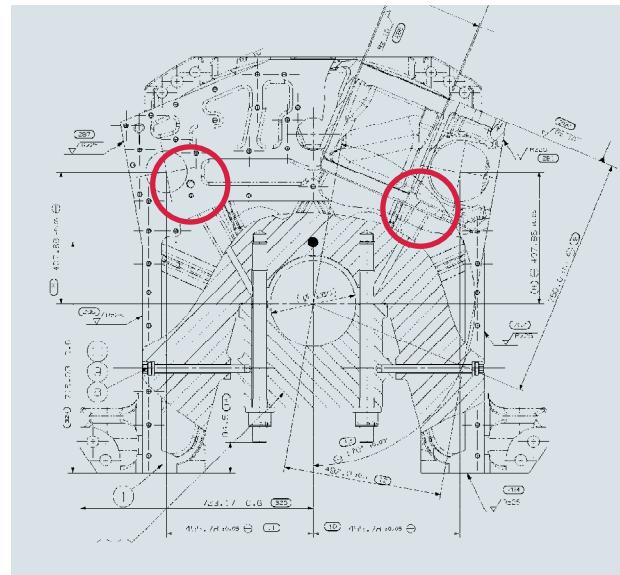

Рис. 12. Масляные каналы е) на торцевой поверхности рамы двигателя
e) 2 масляных канала на торцевой поверхности рамы двигателя. Диаметр канала 24 мм, см. рис. 12;